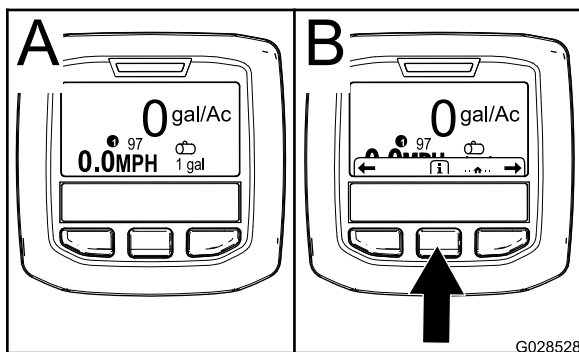

Figura 59
2. După aproximativ 15 secunde, apare ecranul iniial. Apăsai pe butonul central de selecție pentru a afia contextul informaional (Figura 59).